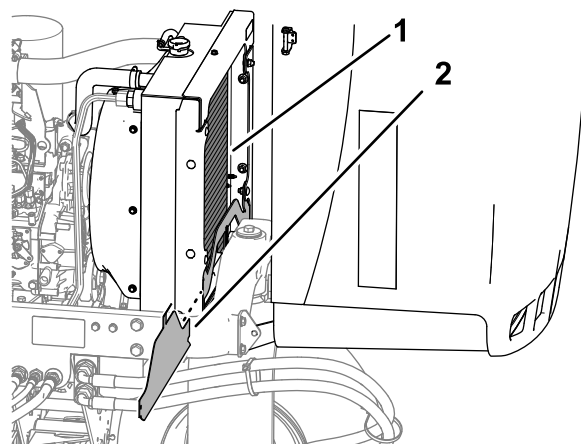

Figura 78
5. Limpie a fondo ambos lados del radiador con agua o aire comprimido (Figura 78).
4. Retire el protector inferior del radiador (Figura 78).